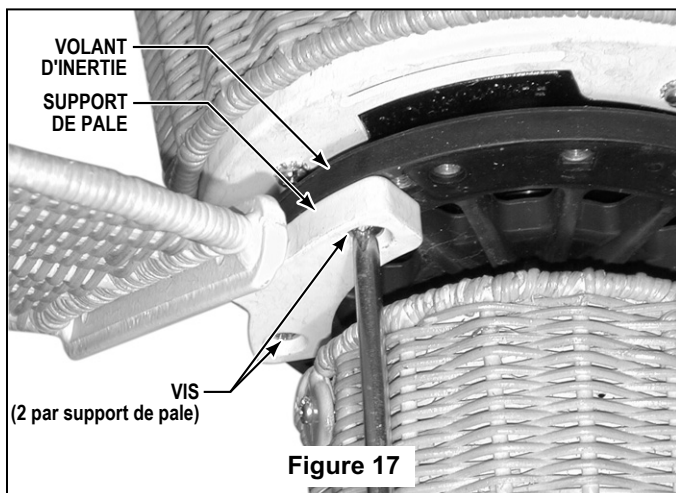

Figure 17
1. Attacher les pales au volant d'inertie de caoutchouc en utilisant les vis de volant d'inertie de 10-32 x ½ po (Figure 17).